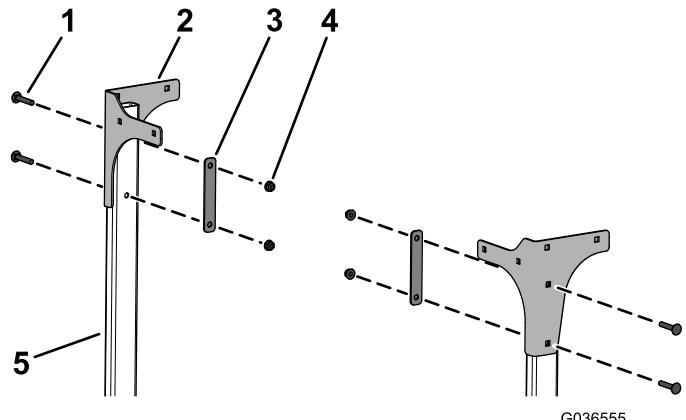

Bild 8
7. Befestigen Sie die hinteren Platten an der linken und rechten Seite lose mit vier Schlossschrauben (5/16" x 1-3/4"), zwei Stützplatten und vier Bundmuttern (5/16") an den Rohren, wie in **Bild 8** abgebildet.